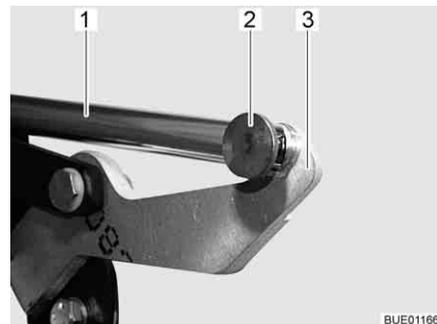

Bild 103 Antrieb
- Verbindung (z. B. Stift und Federstecker) (Bild 103,2) zwischen Schubstange (Bild 103,1) und Hebel (Bild 103,3) abnehmen.